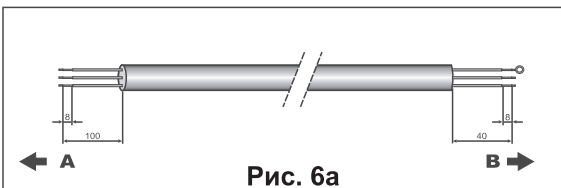

Рис. 6a
3. Подготовьте концы кабеля под силовой вход и кабелей для соединения внешнего и внутреннего блоков, как показано на Рис. 6a и 6b, соответственно.